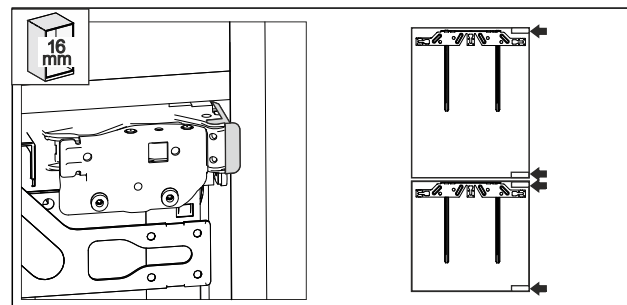

Fig. 51
- 16 mm dicke Möbelseitenwand: die Distanzteile liegen scharnierseitig an der Seitenwand der Möbelnische an. Fig. 51 ()